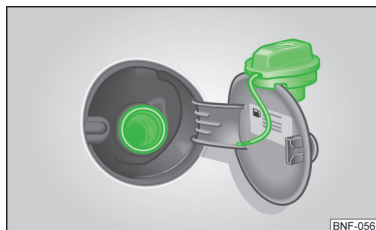

Bild 92
På tankluckans insida anges rätt bränsle för bilen » bild 92 på sidan 99.
- Skruva ur tanklocket moturs och sätt det på tankluckan uppifrån » bild 92.